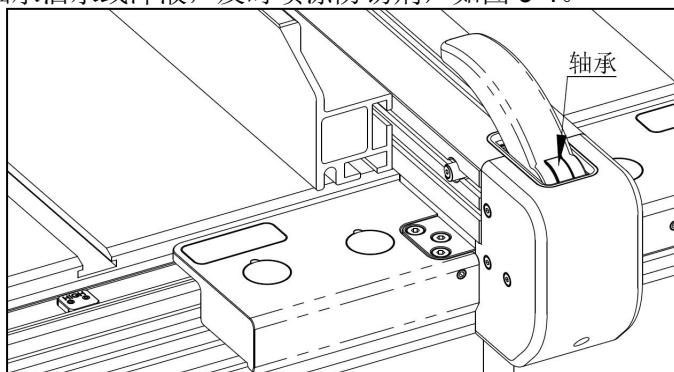

图 9-1
- 不要让锁紧把手处的轴承沾水或汗液，及时喷涂防锈剂，如图 9-1。